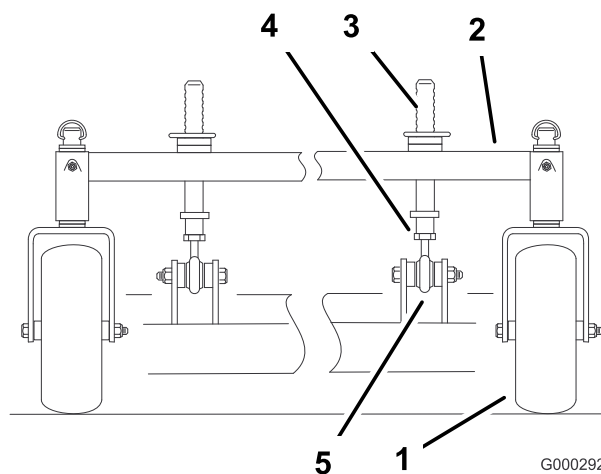

Bild 60
- Durch Einstellen der vorderen Schnitthöhensäulen lässt sich die Längsneigung einstellen (Bild 60).
- Lockern Sie zum Anheben der Vorderseite des Mähwerks die Klemmutter und drehen Sie den vorderen Stift nach rechts (Bild 60).
3. Lockern Sie zum Absenken der Vorderseite des Mähwerks die Klemmmutter und drehen den vorderen Stift nach links (Bild 60).
6. Ziehen Sie dann die Klemmmuttern fest (Bild 60).